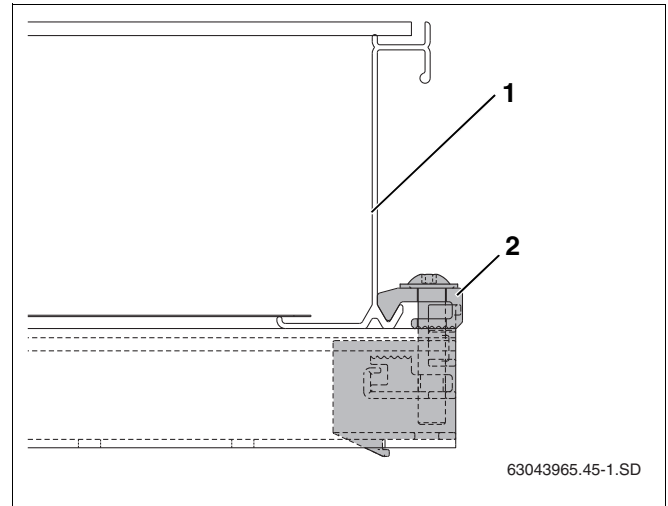

Рис. 44 Установленный односторонний зажим
- ▶ Осторожно сдвиньте коллектор (рис. 44, **поз. 1**) к одностороннему зажиму и выровняйте в горизонтальной плоскости.
- ▶ Ключом SW 5 заверните зажим (рис. 44, **поз. 2**).
Теперь прижим (рис. 44, **поз. 2**) находится в нижней кромке коллектора.